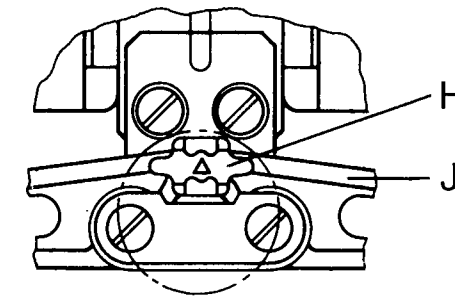

Abb. 1
7. -. Justierlehre H mit Pfeilrichtung nach oben zwischen die Hebel J einlegen (siehe Abb. 1).
7. -. Insert setting gauge H, with arrow pointing upward, between levers J. (Fig. 1).
7. -. Mettre en place la jauge H dans le sens de la flèche, vers le haut entre les leviers J (voir fig. 1).